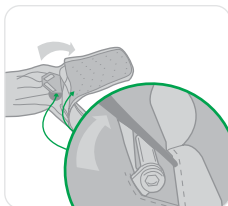

Figure 9
- Ouvrez la fermeture éclair du panneau arrière du sac à dos et vérifiez que le connecteur du harnais n'est pas endommagé, déformé, corrodé ou fissuré. Vérifiez que le boulon de fixation est bien vissé (voir Figure 9). En cas d'endommagement visible, n'utilisez pas le dispositif. Mettez le Latchways PRD hors service et consultez MSA.